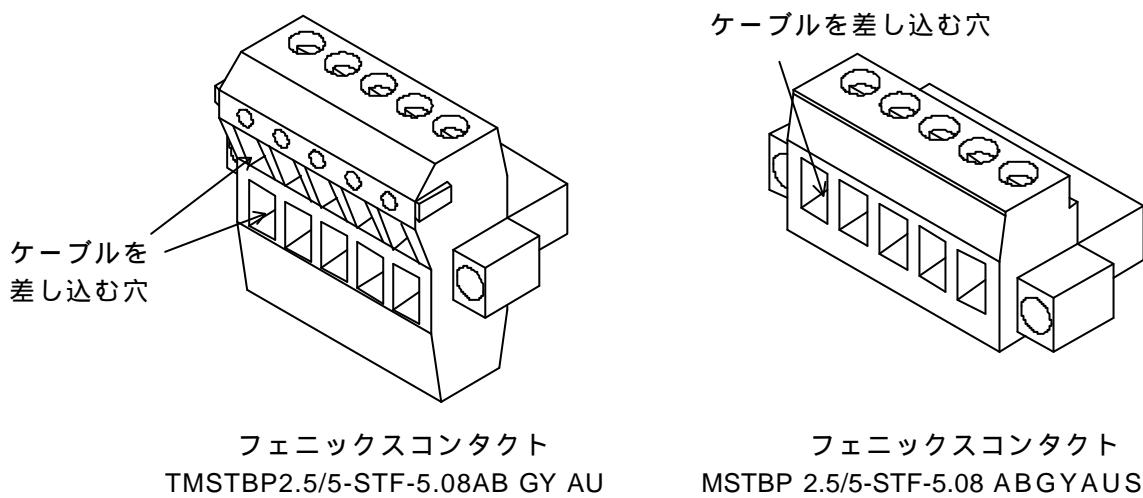
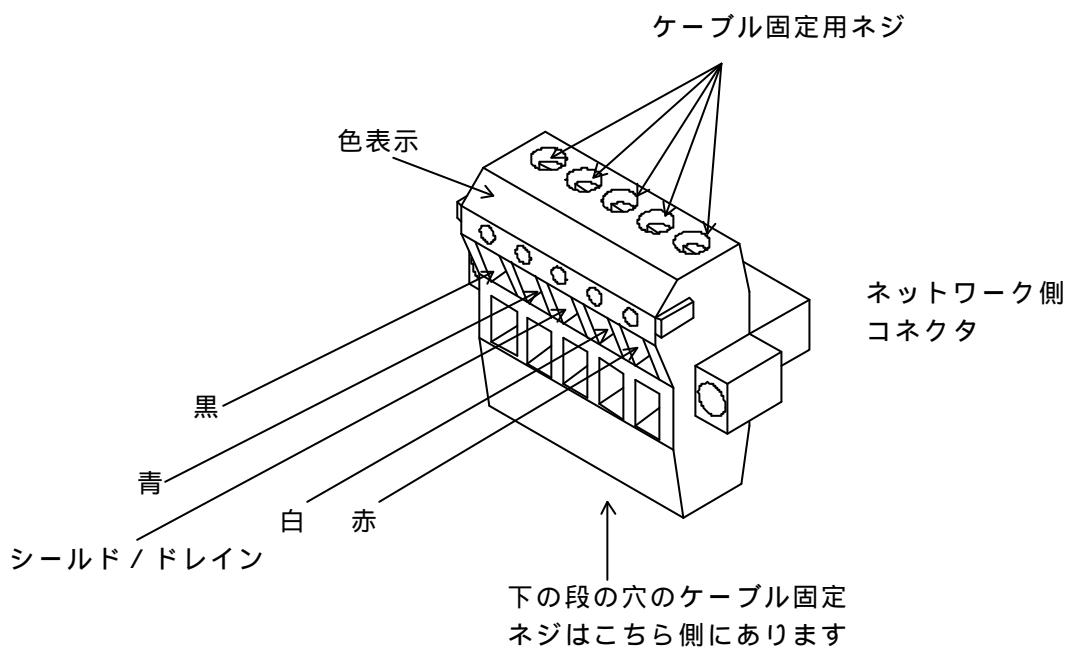

図3.5 DN211に添付のネットワーク側コネクタ
図 3.7 ネットワーク側コネクタへのケーブル接続
DN211はプラグ接続コネクタ（オープン型）を採用しており、DN211には図3.5の2種類のネットワーク側コネクタが添付されています。DN211にデバイスネットケーブルを接続する順番としては、以下のようになります。
ここでは、図 3.5 の左側のネットワーク側コネクタ（ケーブルを差し込む穴の列が 2 段の物）で説明します。図 3.7 に示すように、ケーブル固定用のネジを予め緩めておいて下さい。ケーブルの被覆の色とネットワーク側コネクタに付いている色表示に注意しながら、コネクタにケーブルを差し込みます。ケーブル固定用ネジを締めて各ケーブルを固定します。
5. DN211に、ケーブルを差し込む穴の列が上下2段のネットワークコネクタ(図3.5の左側)を実装する場合、コネクタが、DN211の左側に約5mm出ます。このためDN211の左側モジュールを着脱する場合ネットワークコネクタを取り外してから、モジュールを着脱して下さい。